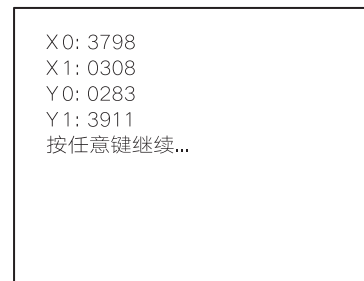

图55 触摸屏校正界面
4. 屏幕显示显示触摸点的坐标，再次触摸屏的任意位置，如图55，完成触摸屏校正。